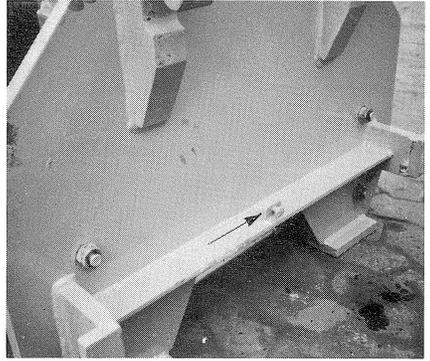

FIG. 38
(1) Vérifier le bon serrage de la vis de butée dans le panneau du support de changement (fig.38/flèche).
ATTENTION: La vis de butée (fig. 38/flèche) doit enfoncer le doigt de cde. de l'interupteur "E" suffisamment pour actionner l'interrupteur. Ne pas dépasser la course à vide de l'interrupteur, un tel dépassement risque de le détruire.